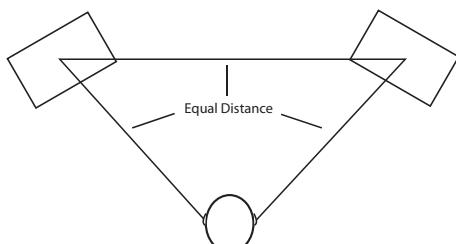

Figura 2. Prime Listening Spot
*Cuando coloque los monitores le interesaría configurarlos en lo que se conoce habitualmente como el "triángulo de mezcla". En esta configuración ideal, el espacio entre los monitores izquierdo y derecho es igual a la distancia desde el oyente a cualquiera de los monitores, formando un triángulo equilátero (Figura 2)*